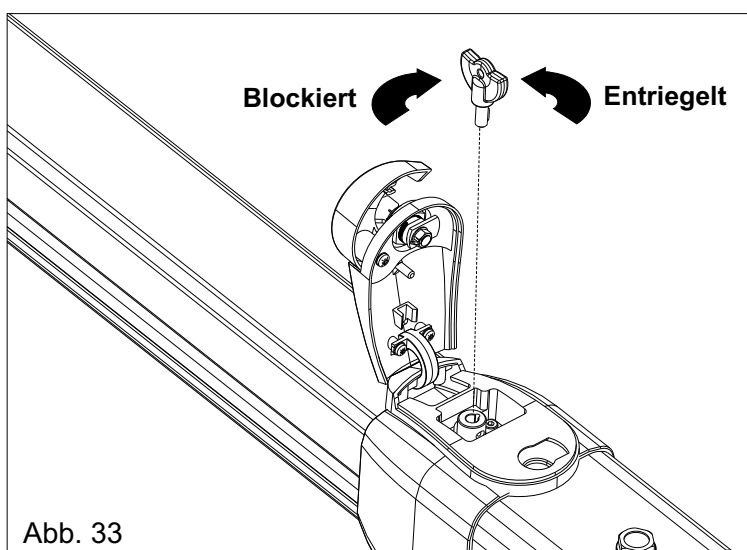

Abb. 33
-Den Schlüssel einführen und gegen den Uhrzeigersinn um 180° drehen (Abb. 33)
-Den Schlüssel einführen und im Uhrzeigersinn bis zur Schliessung drehen (Abb.33).